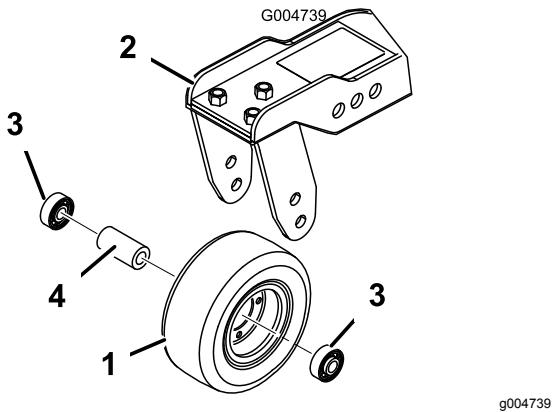

Figura 110
1. Togliete il dado di bloccaggio dal bullone che fissa il gruppo ruota orientabile alla forcetta (Figura 109) o al braccio di rotazione (Figura 110).
2. Togliete il cuscinetto dal mozzo della ruota e lasciate cadere il distanziale del cuscinetto (Figura 109 e Figura 110).